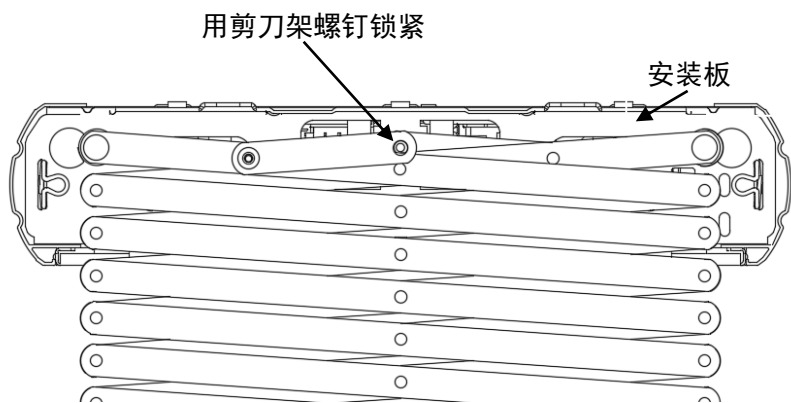
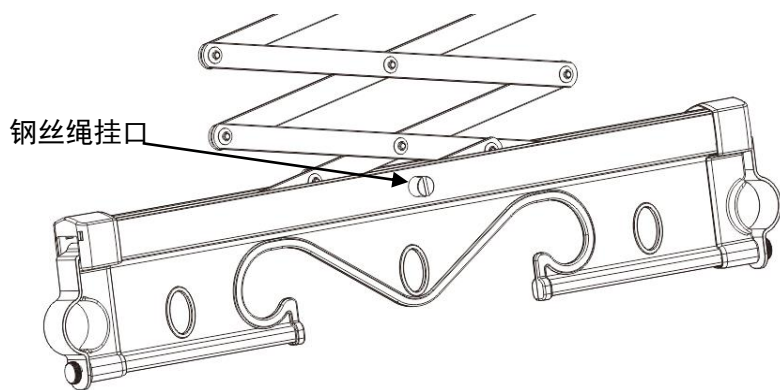
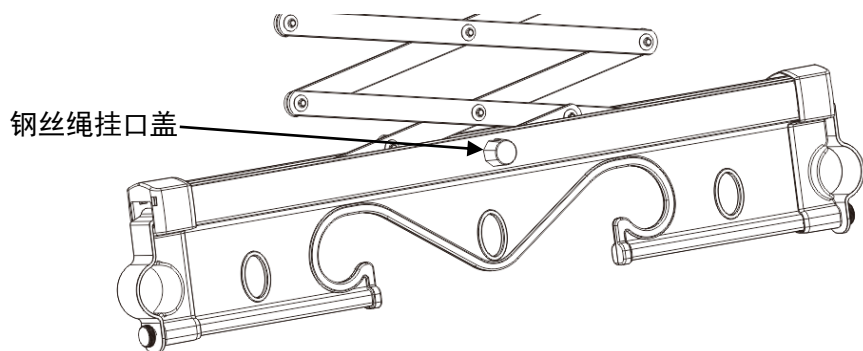

图 8
图 9
图 10
7、安装剪刀架：先将剪刀架一端滚轮滑进安装板滑槽内，移动剪刀架，滑向另一端，确保剪刀架两端滑轮都在安装板滑槽内，用剪刀架螺钉锁住短剪刀片（如图 8 所示），将钢丝绳卡头套进钢丝绳挂口内（钢丝绳挂口有圆孔的一侧朝下）（如图 9 所示），套上钢丝绳挂口盖（如图 10 所示），剪掉剪刀架扎带。以同样的步骤安装好另一侧剪刀架。